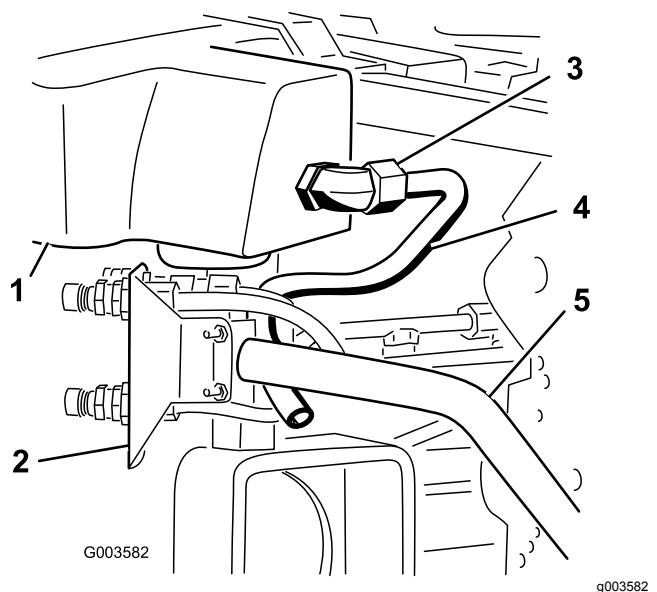
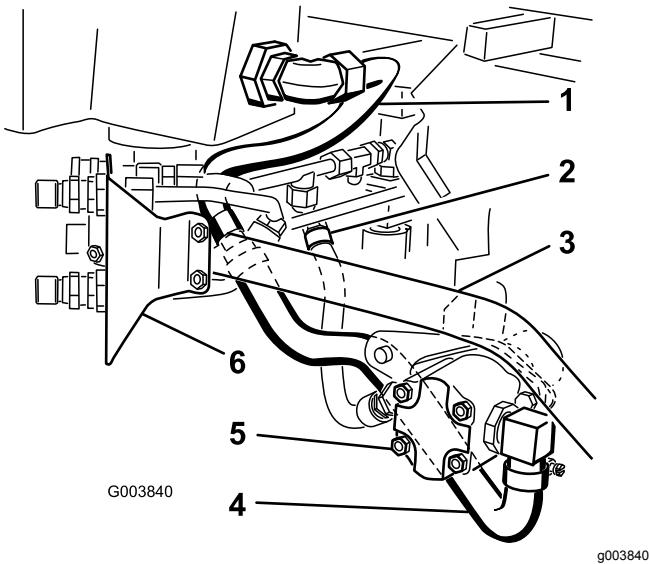

Figura 26
Figura 31
4. Posizionate il tubo idraulico numero 3 sulla macchina come illustrato in Figura 26.
5. Collegate il tubo idraulico numero 3 al gomito a 90° grande montato sulla succhiera e sul serbatoio idraulico (Figura 26 e Figura 31).
2. Collegate il flessibile idraulico grande al gomito a 90° montato sul lato della pompa idraulica (Figura 27 e Figura 31).
9. Collegate il flessibile idraulico con i raccordi al gomito a 45° fissato sulla pompa idraulica (Figura 30 e Figura 31).
10. Fate riferimento alla Figura 31 per conoscere la corretta posizione dei flessibili e dei tubi idraulici rispetto alla pompa idraulica.